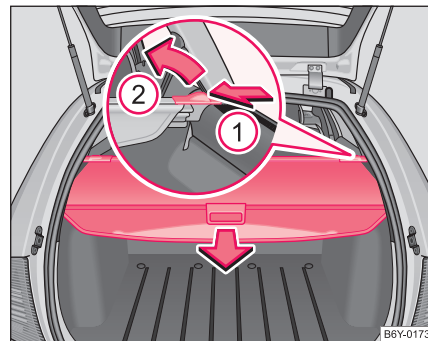

Fig. 56 Portbagajul: Raftul portbagajului
- Trageți raftul portbagajului în direcția săgeții ⇒ Pagina 73, Fig. 56.
- Dacă doriți să măriți spațiul portbagajului, puteți demonta plafonul fals al acestuia. Apăsați elementele laterale de prindere în direcția săgeții ① și scoateți raftul portbagajului în direcția săgeții ②.
Dacă doriți să folosiți tot spațiul portbagajului, puteți demonta raftul portbagajului ⇒ Pagina 73, Fig. 56.